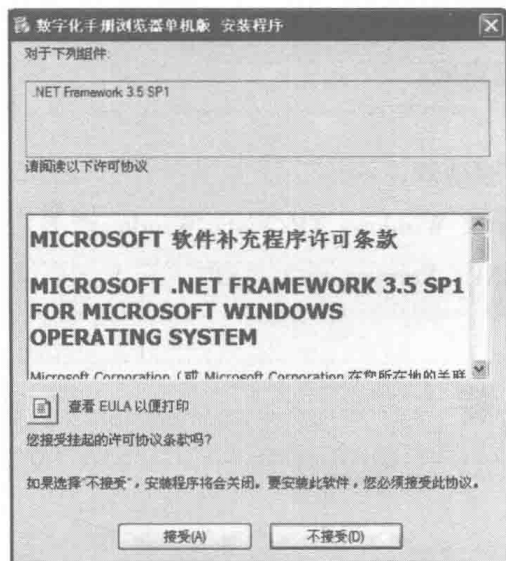

图 1-2 .NET 组件安装
3) 计算机提示是否接受安装 “.NET Framework 3.5SP1” 组件, 如图 1-2 所示。